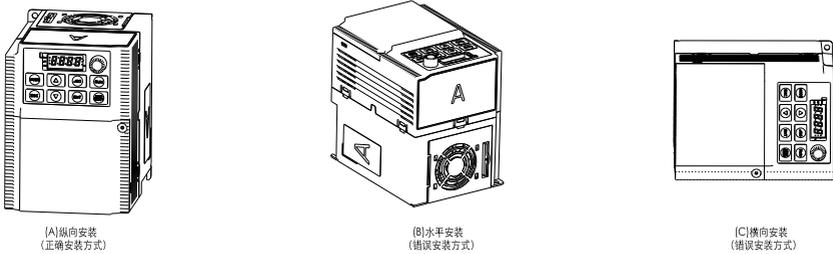

图 3.1 安装方向示意图
(1) 务必垂直安装变频器，且不能倒置，便于热量向上散发，如图 3.1 所示；